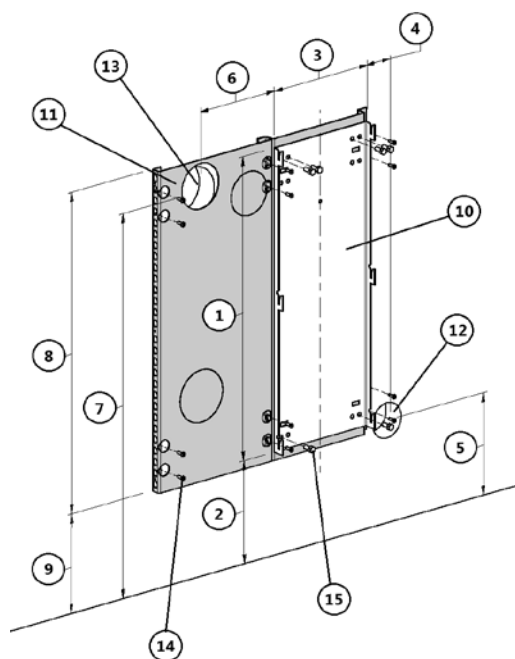

Fig. 30 - Fixation au mur inflammable
- Fixez au mur avec le support arrière avec chevilles métalliques aptes à supporter le poids du poêle (voir **Fig. 30**).